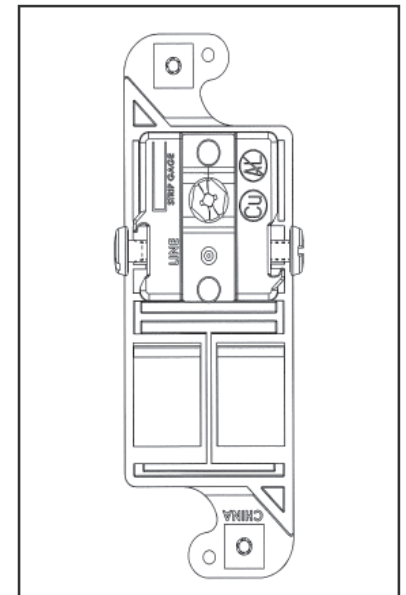

FIGURE 1
Tighten terminal screws securely, $\frac{9}{12}$ pound inch (1.0-1.4 Nm) of torque. (Fig. 1).
- Câblage Latéral: Enrouler solidement le conducteur autour de la vis de borne. Reserrer les vis de bornes. Couple de serrage: 1,0-1,4 N•m. (Fig. 1).
- Cableado Lateral: Enrollar firmemente el conductor alrededor del tornillo del borne. Ajustar los tornillos de los bornes con un par de 1,0-1,4 N•m. (Fig. 1).